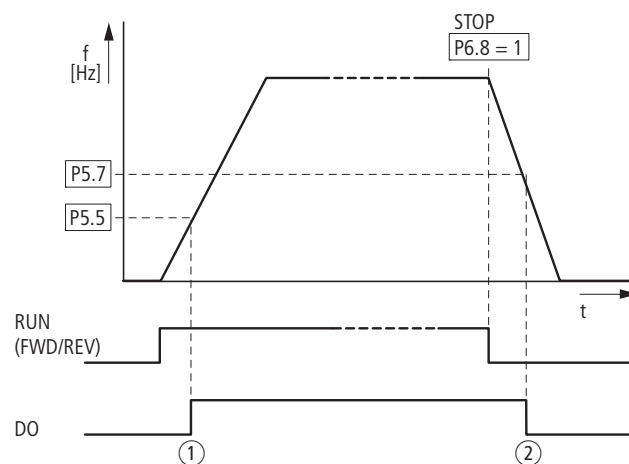

Figure 115: Commande du frein mécanique
- $P5.5 < P5.7$ (→ Figure 115) : après le dépassement de la valeur de $P5.5$, la sortie TOR reste activée (frein desserré) jusqu'à ce que la fréquence de sortie dépasse la valeur de $P5.7$. Avec un dépassement en deçà de la valeur de $P5.7$, la sortie TOR sera réactivée seulement après un dépassement en deçà de la valeur de $P5.5$.